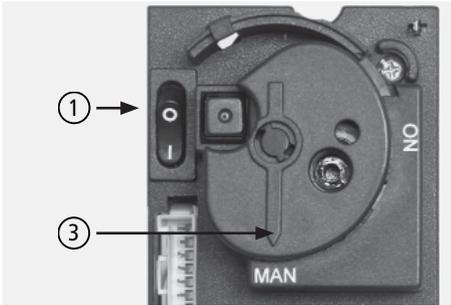

Abb. 5.17 Stellknopf
- ⑩ Den Stellknopf des Gasreglers (Regulierung des Flächenbrenners) langsam bis zum Anschlag zurück in Richtung „ON“ drehen. Dieser Stellknopf hat eine Rutschkupplung. Nicht mit allzu großer Kraft verstellen und nicht über den Endanschlag drehen!
- ⑪ Zum Ausschalten des CORNA Gas den Hauptschalter des Gasreglers ausschalten, Stellung „O“ (siehe Abb. 5.17 auf Seite 31).